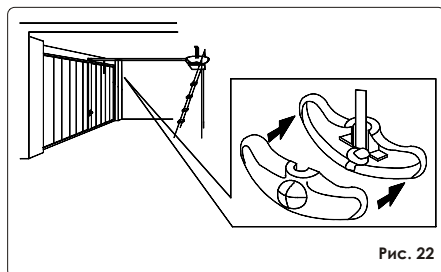

Рис. 22
- Завяжите узел на конце шнура и соберите ручку расцепителя (рис. 22).